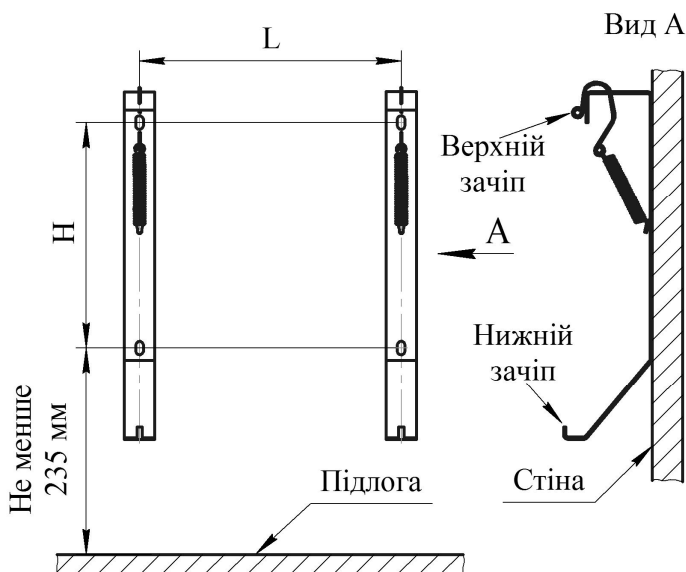

Рис.2 Монтаж кронштейнів для стаціонарного встановлення конвектора
5.1.4 Для стаціонарного встановлення конвектора виконайте на стіні розмітку під кріпильні отвори (див. рис.2, табл.2) і закріпіть кронштейни для встановлення конвектора, будь-яким доступним способом, забезпечивши надійне кріплення конвектора протягом всього строку експлуатації й дотримуючи мінімальні відстаней від поверхонь конвектора до предметів навколишнього оточення, як показано на рис.3 (відстані дані у сантиметрах).